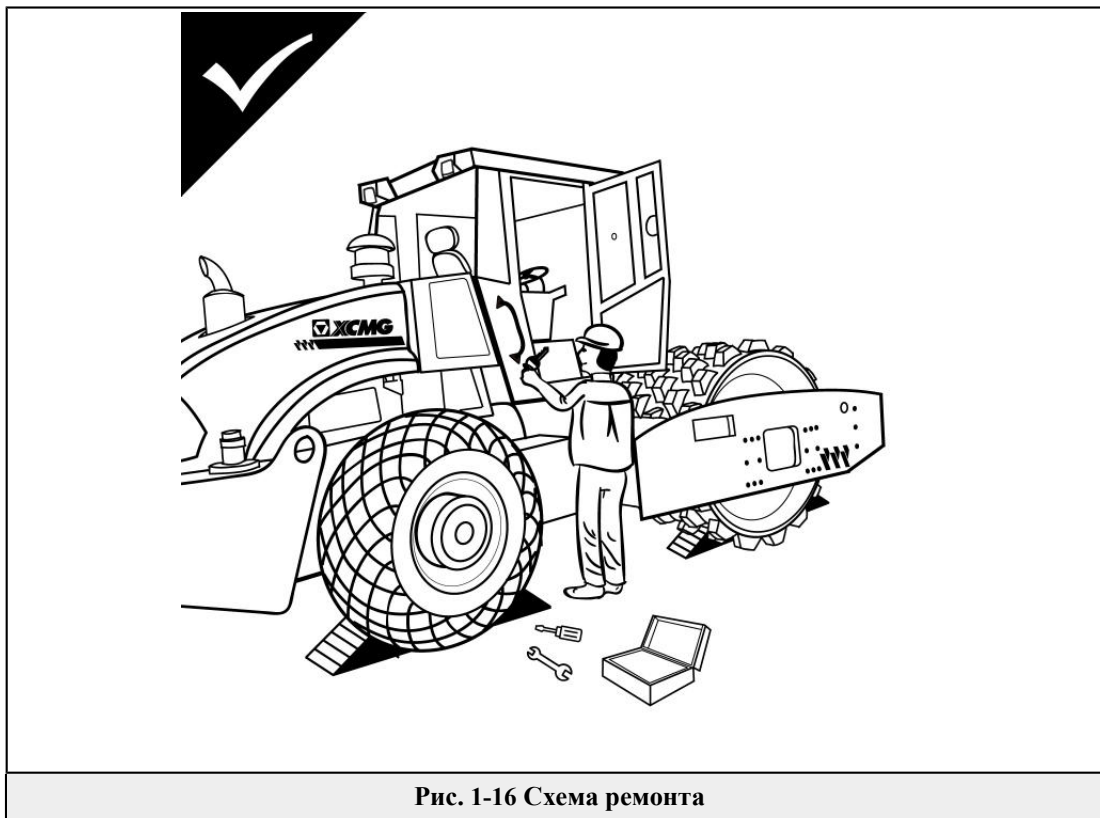

Рис. 1-16 Схема ремонта
- Поставить знак на дорожный каток, обозначает то, что данная машина находится в ремонте. Выключить питание, вынуть переключатель с ключом (Рис. 1-16) .